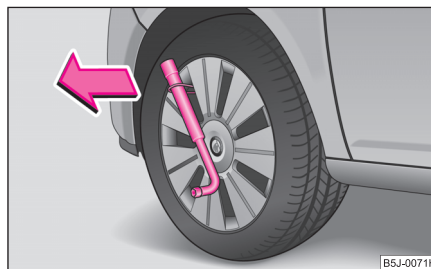

Fig. 169 Déposer les enjoliveurs pleins
- Poussez la clé de roue à travers l'étrier, soutenez la clé de roue au niveau du pneu et enlevez le cache ⇒ fig. 169. ►